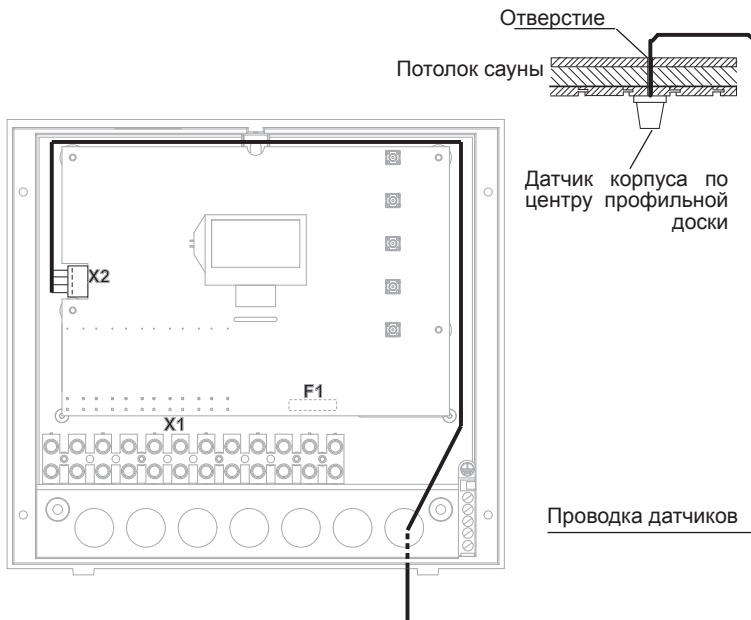

Рис. 11
5. Подведите проводку датчика к блоку управления и проведите сквозь правый кабельный ввод в корпус. Проложите проводку датчика внутри блока управления, как это показано на рис. 11. Подсоедините проводку датчика согласно рис. 12. Для этого штекер извлекается **X2** из платы и снова вставляется после подсоединения.